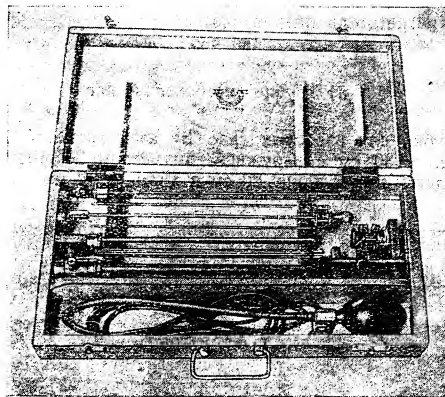

Рис. 2.
2. Детский, предназначенный для исследования детей младшего и среднего возрастов (рис. 2).